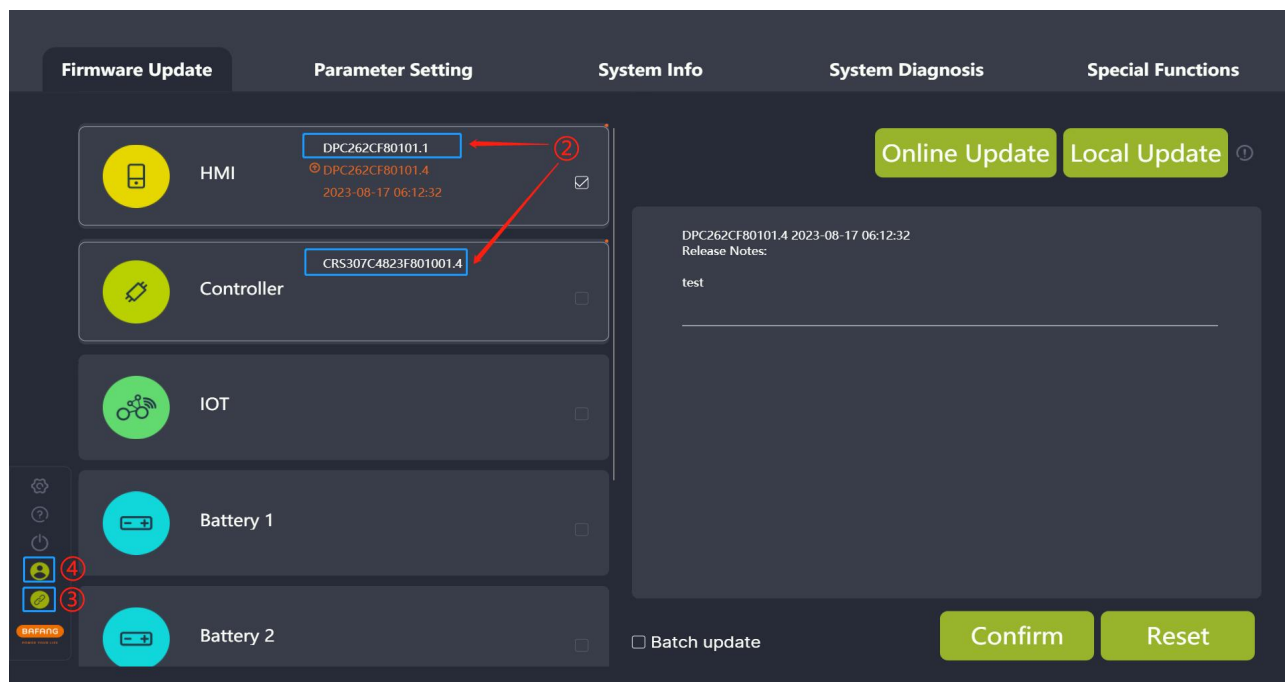

图 3-2 部件检测
- (2) 同时读取各个部件信息，然后显示已连接部件信息（如图 3-2）；